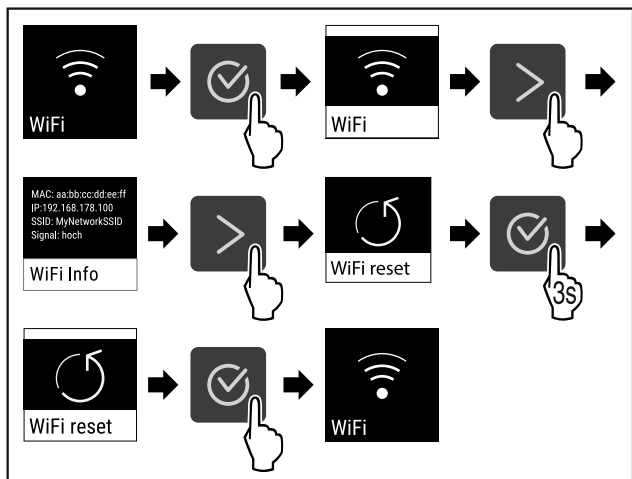

Fig. 88
- ▶ Eseguire i passi (vedere Fig. 88).